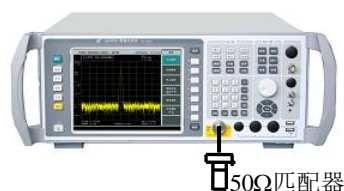

图 6-9 显示平均噪声测试设置
- 1) 按图 6-9 所示把 50Ω 匹配器和连接器连在频谱分析仪的输入 50Ω 上。在 AV4036 上按【复位】，并进行全部中频校准。